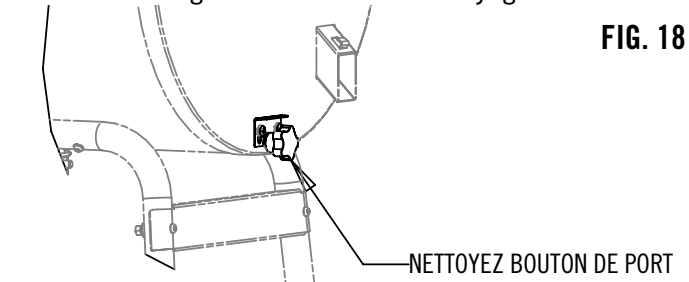

FIG. 18
1. Le bouton de la tige de la zone de nettoyage doit être enfoncé lorsque le barbecue est allumé. S'assurer que le système de blocage de la tige est tiré vers le bas et bloque le bouton afin d'empêcher l'ouverture de la zone de nettoyage par inadvertance. Voir la Fig. 18.